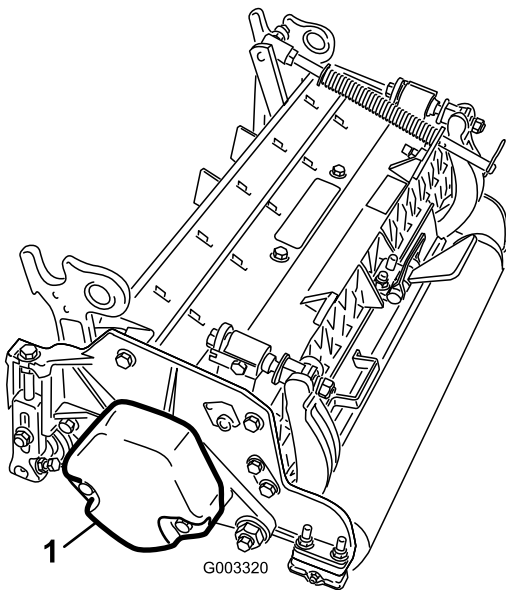

Figura 4
4. Certifique-se de que o contrapeso (Figura 4) está instalado na extremidade adequada de cada unidade de corte conforme descrito no *Manual do utilizador* das unidades de corte.